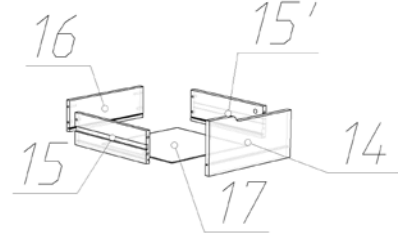

Рис.1
1. Оснастить детали ящика №15,15' и 16 шкантами деревянными, вставив их в просверленные отверстия соответствующего диаметра в торцах деталей, оставляя над поверхностью не более 12 мм шканта (Рис.1). **Внимание! Категорически запрещается забивать шканты в крышку стола!**